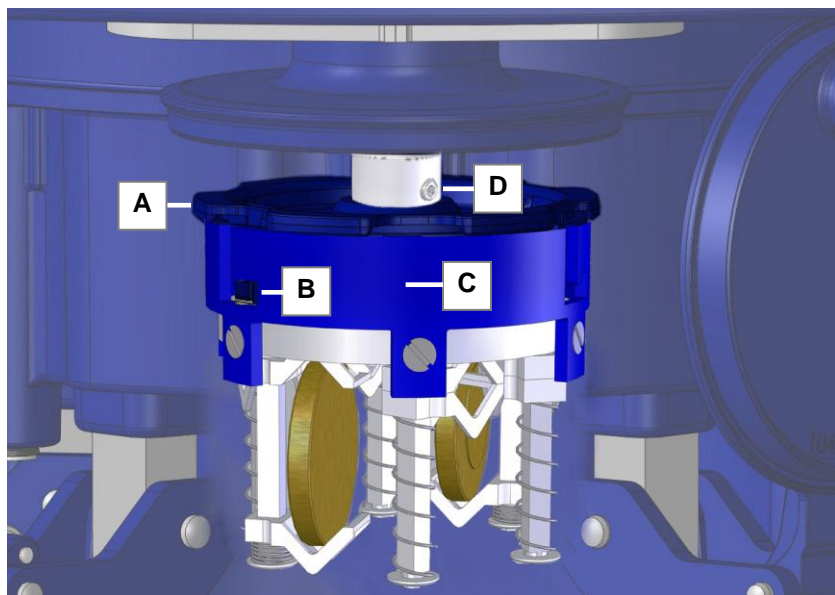

Fig. 6.3.1. Portamecanismos enganchado
El portamecanismos (*Fig. 6.3.1.C.*) se une mediante el cierre de bayoneta del alojamiento (*Fig. 6.3.1.A.*) a la máquina de limpieza.
Sujete el alojamiento (*Fig. 6.3.1.C.*) con una mano y presione primero el portamecanismos ligeramente hacia arriba y después, gírelo en sentido contrario a las agujas del reloj para extraerlo de los dispositivos de retención (*Fig. 6.3.1.B.*).
- A Alojamiento** para la cesta de limpieza y el portamecanismos. Durante la extracción del portamecanismos, el alojamiento permanece atornillado al eje de accionamiento mediante el perno roscado (*Fig.6.3.1.D.*).
Vuelva a fijar el portamecanismos en el alojamiento de la máquina de limpieza (*Fig. 6.3.1.A.*).
Asegúrese de que el portamecanismos esté correctamente sujeto en el dispositivo de retención (*Fig. 6.3.1.B.*).